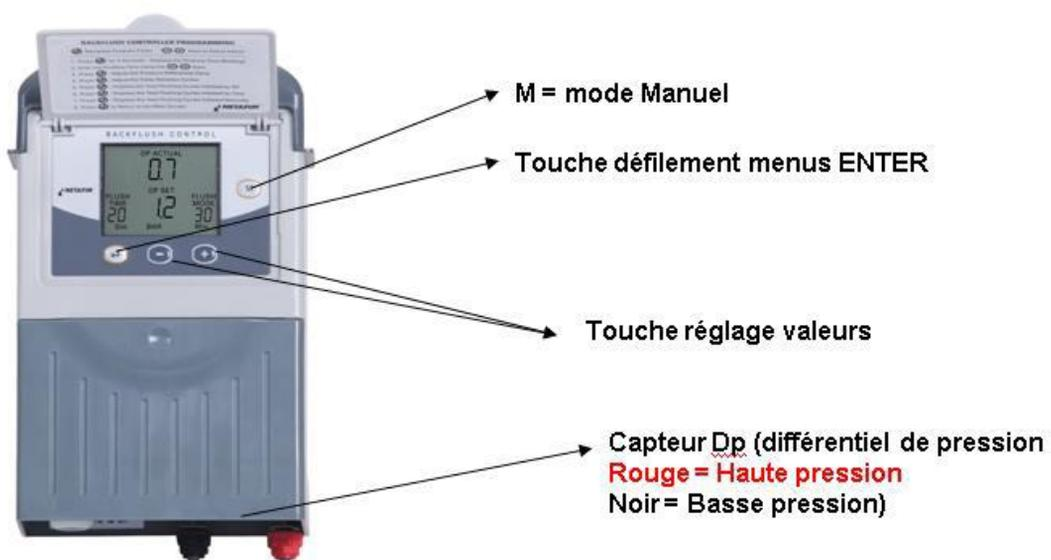

Figure 3: Dispositif de commande
8. Effectuez un cycle de lavage manuel en appuyant sur le bouton de test situé à l'extérieur du boîtier de commande. (Voir la figure 3).